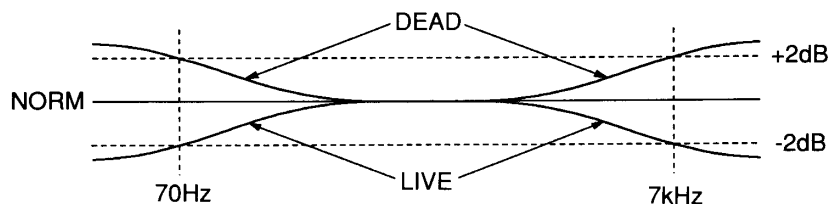

図4. ROOM COND.の補正特性
- **ROOM COND.** ルームコンディションの補償の設定 (図4参照)